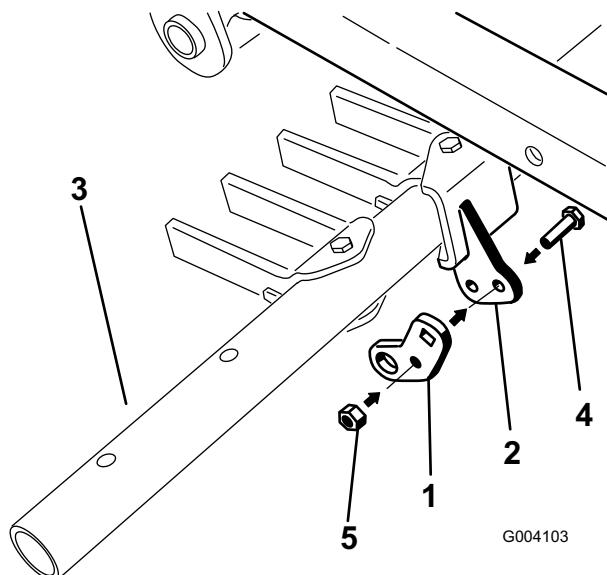

Figura 13
2. Montare il foro centrale dell'aletta orientabile, senza stringere, sulla staffa orientabile della barra porta-attrezzi utilizzando un bullone (5/16 x 1 pollice) e un dado di bloccaggio (5/16 pollice) (Figura 13).
3. Serrare il bullone orientabile centrale (elemento 4 nella Figura 13) a 20 - 25 Nm.